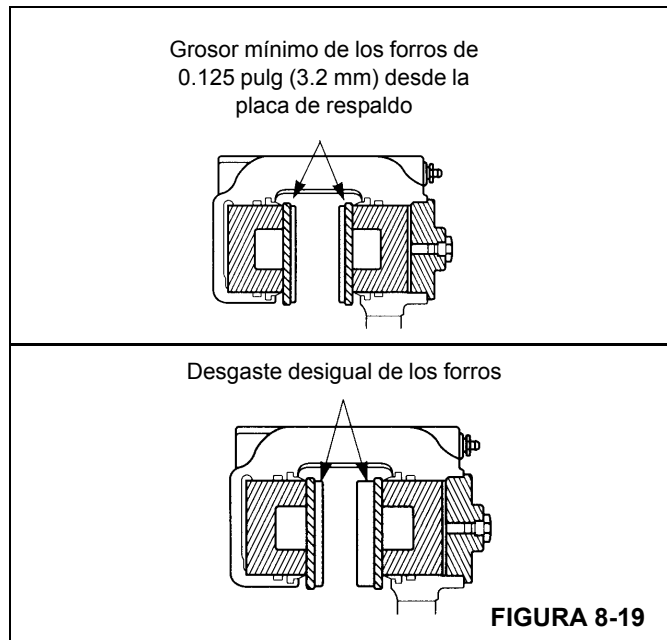

FIGURA 8-19
- Desgaste de forros. Reemplace los forros cuando su grosor mida menos de 0.125 pulg (3.2 mm) medido desde la placa de respaldo (Figura 8-19).
- Desgaste no uniforme de forros. Reemplace los forros si el grosor de los dos forros es significativamente desigual. Verifique que los émbolos funcionen correctamente. Reemplace el émbolo y/o la caja si uno de los émbolos se desvía dentro de su cavidad. Compruebe que la superficie del disco esté plana y paralela respecto a los forros (Figura 8-19).